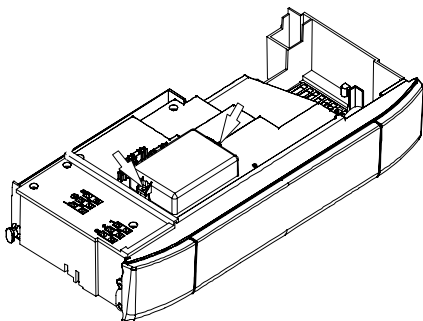

Figura 5.29 Pannello comandi.
- 1 Togliere le due viti indicate in **Figura 5.29** e aprire il coperchio della morsettierà collegamento **sonda esterna**.